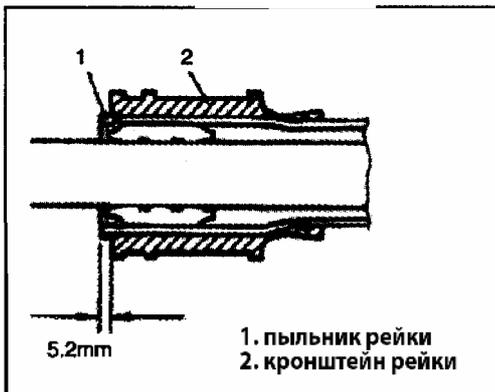

Рис. 461
5) В соответствии с пунктами 1 -6 установки пыльника и рулевых тяг, установите рулевые тяги (Рис. 461).